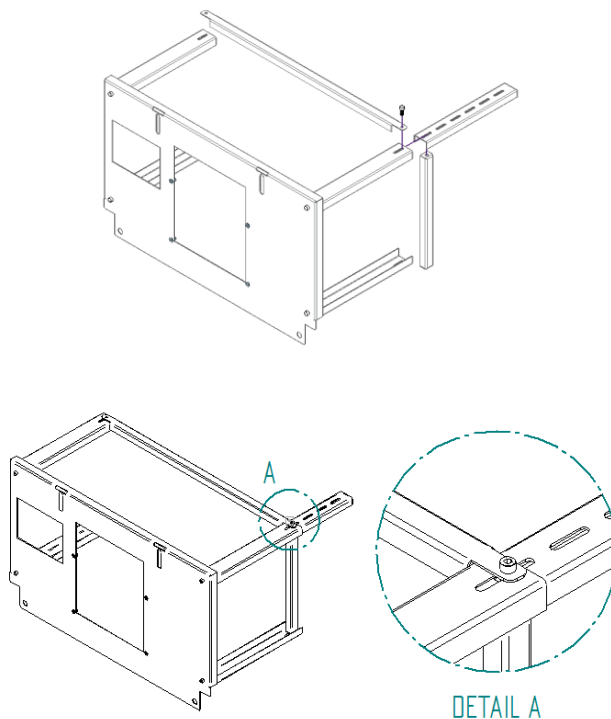

Figura 4 – Montaje de la mesa auxiliar
2. Coloque uno de los enclavamientos cortos desde el interior de una de las extensiones de las patas e introdúzcalo entre las dos extensiones de las patas de un lado, como puede verse en la imagen siguiente. Coloque uno de los cierres largos desde el exterior y asegure el conjunto con un tornillo DIN 912 M8x20mm. No apriete demasiado el tornillo, para facilitar el montaje del resto del conjunto. La extensión de la pata tiene 5 agujeros, debe seleccionar cuál aplicar, así como, la altura total de la mesa, como se muestra en la Figura 4.